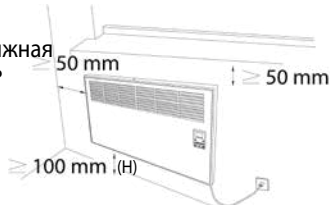
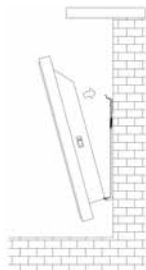

Рисунок 4. Допустимое расстояние
Рисунок 7.
2. Нельзя монтировать Электрический Конвектор непосредственно под электророзеткой, лучше всего расположить недалеко от розетки. После выбора удобного местоположения для конвектора по Рисунок 7', соблюдая отступы, приступите к измерению для сверления. Используйте Рисунок 5' и монтажный кронштейн в качестве шаблона. Для этого положите кронштейн лицевой стороной вниз и сделайте отметку карандашом, соблюдая минимальное расстояние от пола менее чем 100 мм. Для долгого срока службы конвектора соблюдайте боковые, верхние, нижние отступы (Рисунок 4.)